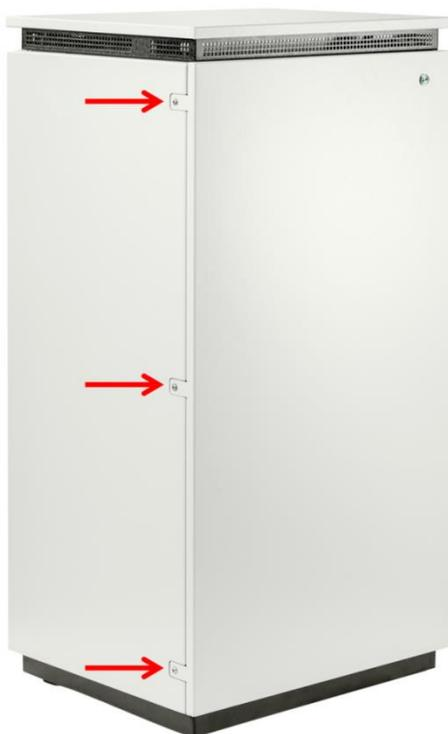

Figura 16: apertura del quadro dell'accumulatore
- Rimuovere la copertura in plastica sul retro (si veda Figura 16).
- Premere il tasto di attivazione sul modulo batteria (si veda Figura 16).